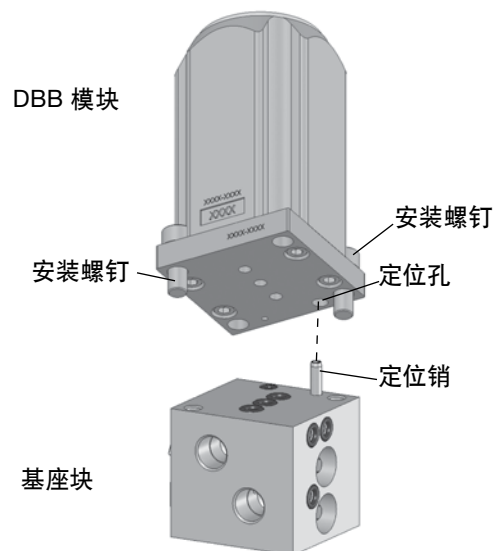

图 4
6. 在各**基座块体**上安装一个 **DBB 模块**, 把**定位销**装到 DBB 模块上的定位孔内。使用两个**安装螺钉** (#10-32 x 1/2 in., 带标准 5/32 in. 内六角扳手) 把 DBB 模块连接到基座块上, 拧紧至 25 到 35 in.·lb (2.8 到 4.0 N·m)。参见图 4。